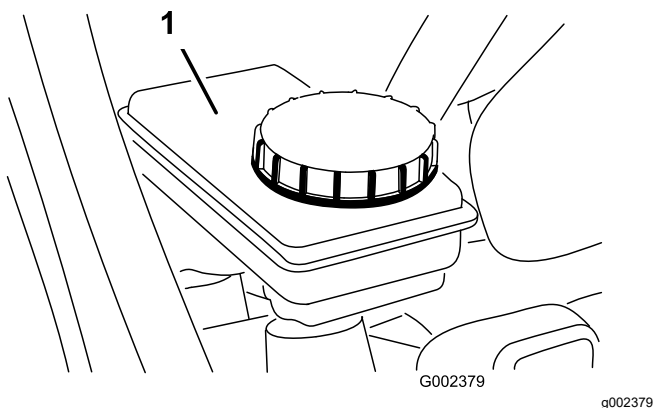

Bild 24
2. Der Flüssigkeitsstand sollte die Volllinie am Behälter erreichen (Bild 24).